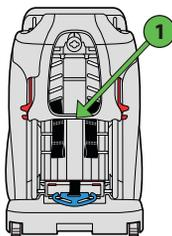

Figura 36
Pase las correas del arnés de los hombros por debajo de la parte inferior de la funda del respaldo del asiento (1), como se muestra en la **figura 36**.